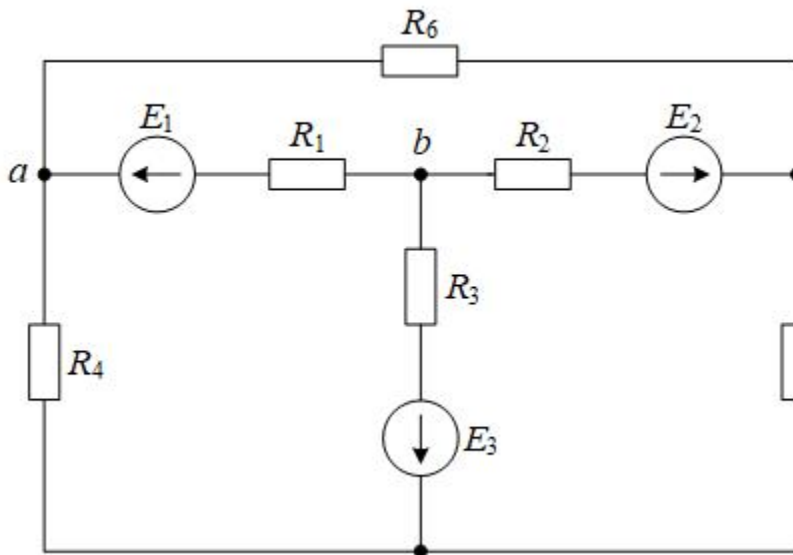

Рис. 1.2
Для электрической схемы, изображенной на рис. 1.2 – 1.11, по заданным в таблице 1.2 сопротивлениям резисторов (R) и ЭДС источников (E), определить токи во всех ветвях цепи, ток в ветви ab и напряжение между точками, a и b .